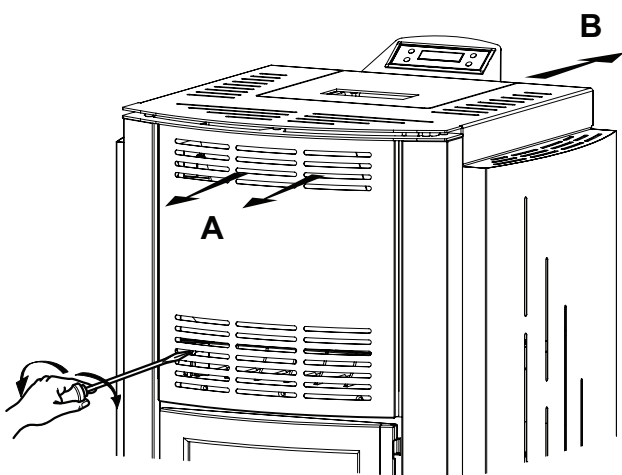

Fig. 7.9.1
Une est celle de chauffage de la pièce où est installé le poêle Fig.7.9.1 (A), via les grilles frontales ou supérieures (selon le modèle). L'autre est celle qui permet de chauffer aussi des pièces distantes du poêle Fig.7.9.1 (B) en prédisposant une canalisation d'acheminement du flux d'air.
Una es la de la calefacción de la habitación donde está colocada la estufa Fig.7.9.1 (A) por medio de rejillas frontales o superiores (dependiendo del modelo). La otra es la que permite calentar también ambientes alejados de la estufa Fig.7.9.1 (B) disponiendo una instalación de canalización del aire.